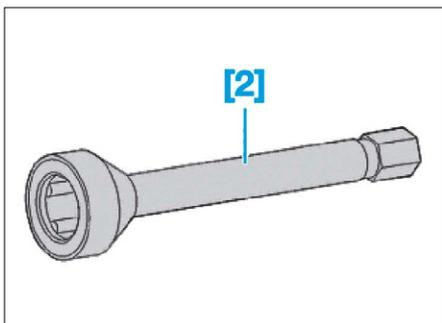

FIG. 9
- [2]. Clé à roulement (réf. 0721.A) (Fig.9).